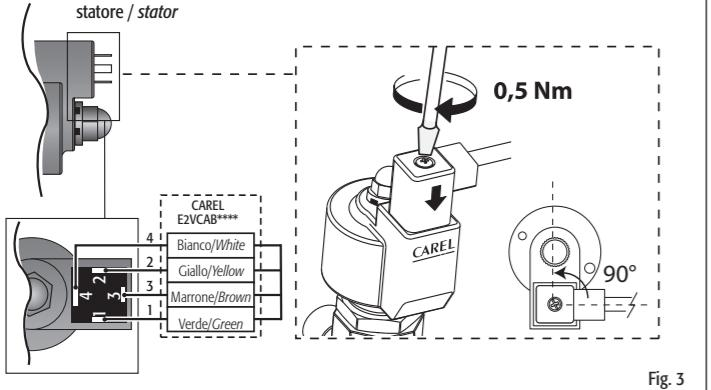

Fig. 3
4. collegare il connettore già cablato al motore passo passo nel relativo alloggiamento e serrare la vite con una coppia di 0,5 Nm seguendo le indicazioni in Fig. 3. Collegare a questo punto l'estremità quadripolare del cavo nei relativi morsetti del Driver CAREL EVD*** o relativo controllo omologato CAREL ed impostare i parametri secondo il set riportato nella tabella sottostante.
4. connect the pre-wired connector to the socket on the stepper motor and tighten the screw tightening torque 0,5 Nm following the instructions in Fig. 3. Connect the four-pin end of the cable to the corresponding terminals on the CAREL EVD*** driver or approved CAREL controller and set the parameters as shown in the table below.
4. Raccorder le connecteur déjà câblé au moteur pas à pas dans le logement correspondant et serrer la vis avec un couple de 0.5 Nm en suivant les indications de la Fig. 3. Connecter ensuite l'extrémité quadrupolaire du câble aux bornes correspondantes du Driver CAREL EVD*** ou du régulateur homologué CAREL et configurer les paramètres selon la valeur reprise au tableau ci-dessous.
4. Den vorverdrahteten Steckverbinder in den Schrittmotor einfügen und die Schraube nach den Anleitungen in Fig. 3 mit rund 0,5 Nm Drehmoment festziehen. Das Vierleiterkabel an die entsprechenden Klemmen des CAREL-Treibers EVD*** oder an eine andere zugelassene CAREL-Steuerung anschließen und die Parameter gemäß Parameter-Set der nachstehenden Tabelle einstellen.